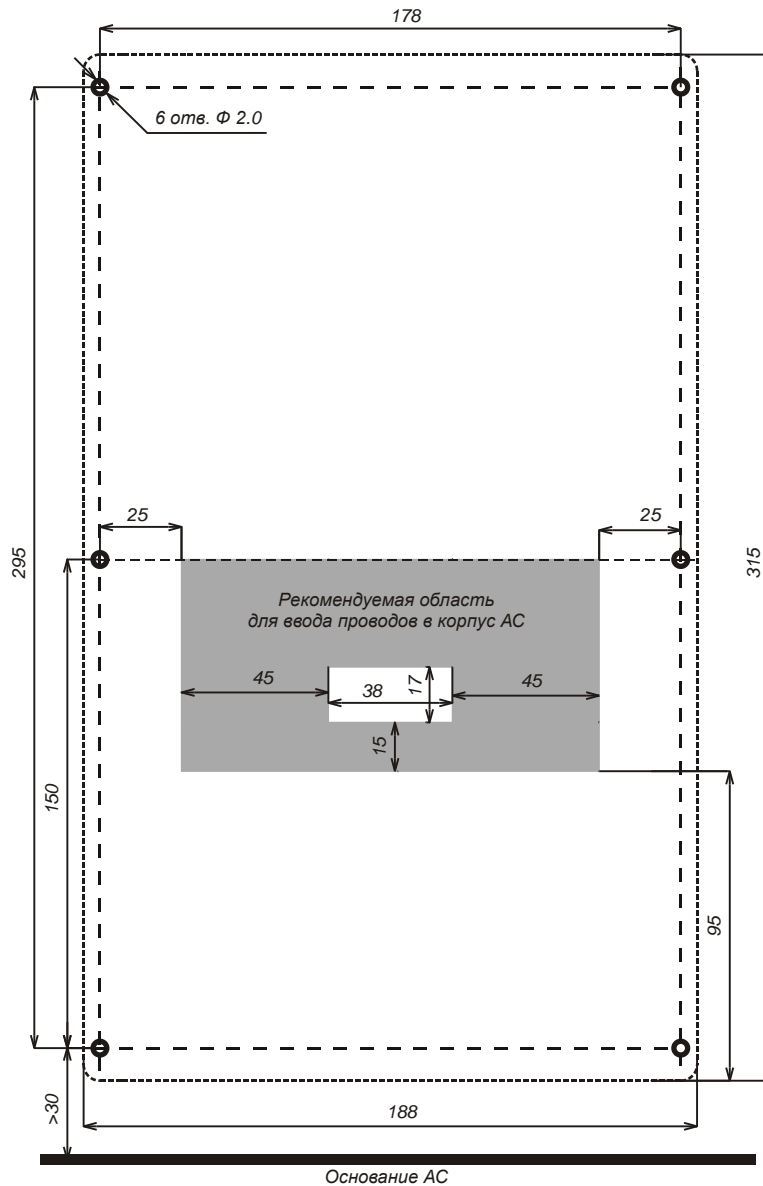

Рис. 3.
8.1 Выполните разметку шести отверстий для крепления модуля на корпусе АС в соответствии с рис. 3. В месте крепления модуля не должно быть выступающих частей, способных соприкоснуться с элементами модуля. Отверстие для ввода кабелей (проводов) к головкам в корпусе АС должно располагаться в заштрихованной области Рис. 3.